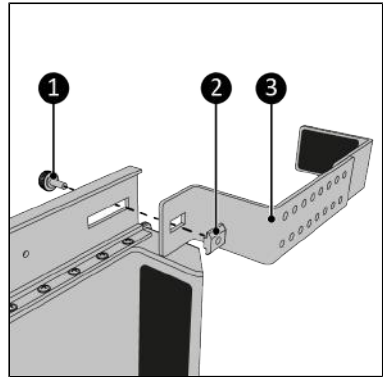

Abbildung 132.
- Schrauben Sie die Halterung (Abbildung 132, Pos. 3) mit der Knopfschraube (Abbildung 132, Pos. 1) an der Hauptschiene in der vorderen Position fest. Stellen Sie sicher, dass Sie die Knopfschraube mit der Gleitmutter verbinden (Abbildung 132, Pos. 2).